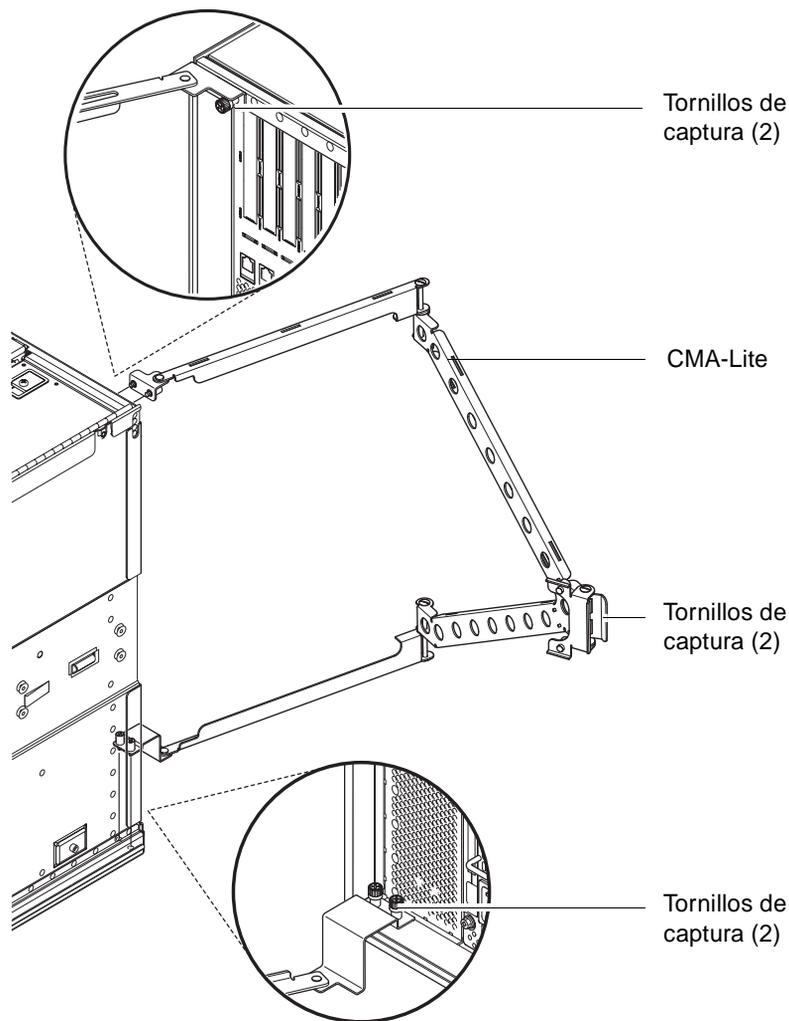

FIGURA 1-18 Abrazadera de gestión de cables CMA-Lite
1. Fije el punto de giro del extremo de la abrazadera superior en la parte posterior del sistema utilizando los dos tornillos de captura (FIGURA 1-18).